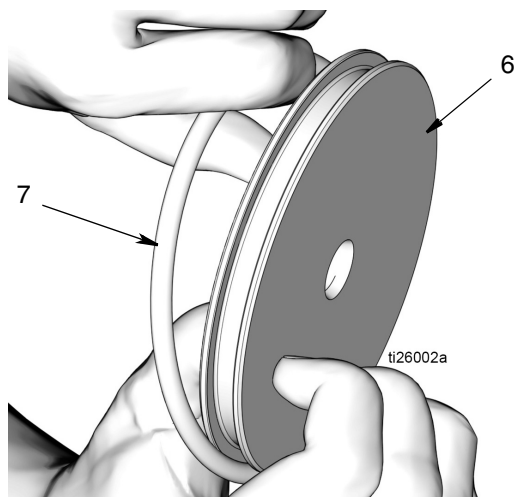

FIG. 24
d. Retirer le joint torique (7) du piston (6) (FIG. 24).